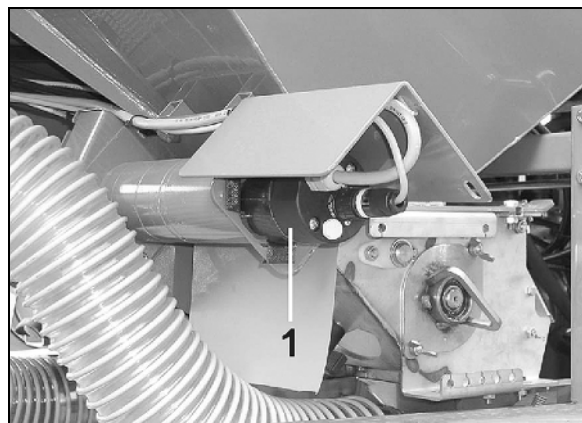

Рис. 26
Гидравлический мотор (Рис. 26/2) приводит в действие вентилятор (Рис. 26/1) и образует поток воздуха. Воздушный поток транспортирует семена от загрузочной воронки к сошникам.
- при помощи клапана ограничения давления (Рис. 26/3) гидравлического мотора.